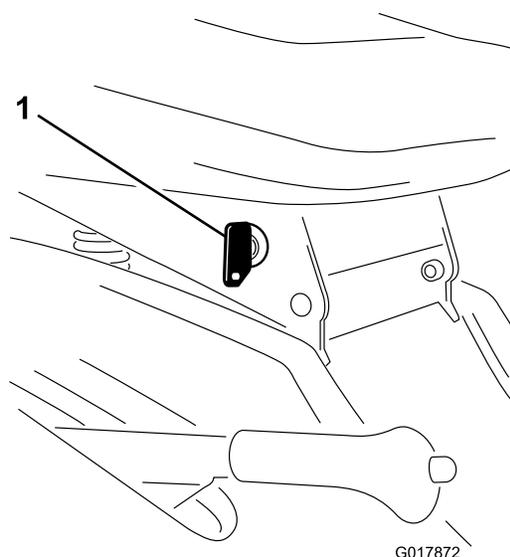

Figura 11
KeyChoice que está situado cerca del soporte del asiento (Figura 11).
2. Inserte la llave KeyChoice en el interruptor (Figura 11).